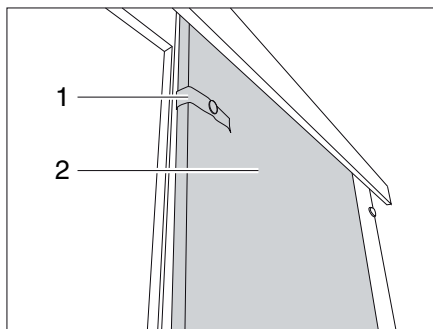

Fig. 85 Porta scorrevole
- Staccare il nastro di sicurezza (Fig. 85,1).
- Tirare la porta scorrevole (Fig. 85,2) in posizione chiusa.
- Portare la porta scorrevole (Fig. 85,2) in posizione aperta.
- Fissare la porta scorrevole con il nastro di sicurezza (Fig. 85,1).